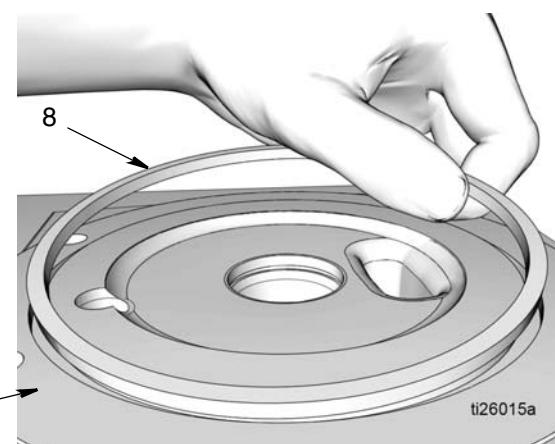

图 28
21. 从泵底座 (1) 上拆下方 O 形圈 (8)（图 28）。根据正确处置的所有相关规定，处置 O 形圈。